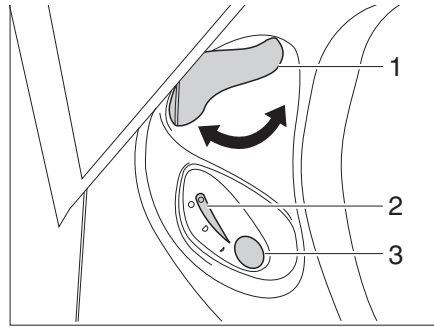

Fig. 349 Unidad de mando inodoro Thetford
- Antes del lavado, abrir la corredera del inodoro Thetford. Para ello, girar la palanca de corredera (Fig. 349,1) en sentido contrario a las agujas del reloj.
- Para lavar, pulsar el botón del inodoro azul (Fig. 349,3).
- Tras el lavado, cerrar la corredera. Para ello, girar la palanca de corredera (Fig. 349,1) en sentido de las agujas del reloj.
La luz de control (Fig. 349,2) se enciende cuando es necesario vaciar el cassette Thetford.
- Girar la palanca de corredera (Fig. 349,1) en sentido de las agujas del reloj. Se cierra la corredera. Para el vaciado debe estar cerrada la corredera en el inodoro Thetford.